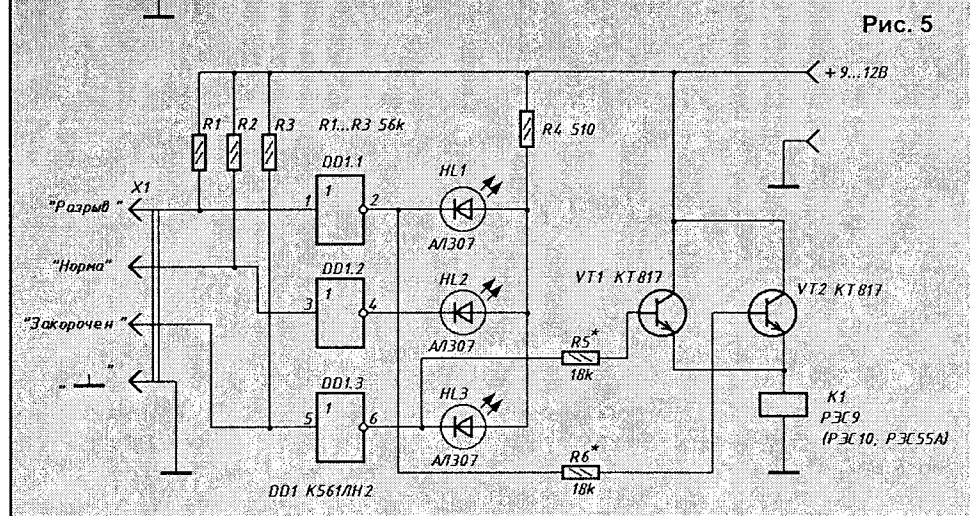

Рис. 5
2. Потребуется шесть головок от магнитофона, причем головки должны быть одинаковые. Удаляем с них лепестки, предназначенные для точного протяжения ленты, как показано на рис. 4. Скручиваем головки в звукосниматель длинными тонкими винтами (рис. 5). Поверх винтов надеваются полихлорвиниловые трубочки необходимой длины. Снизу звукоснимателя к выводам головки припаивается печатная плата, дорожки которой соответственно соединяют головки между собой в одну "катушку" звукоснимателя и на этой же плате припаивается гнездо.
Для более удобного контроля состояния датчиков можно использовать схему, приведенную на рис. 5. Она представляет собой инвертор с исполнительным устройством. При появлении на любом из трех входов инвертора логической 1, на его соответствующем выходе появится логический 0 и наоборот. Кроме этого, сигнал с выходов инверторов поступает через резисторы R5 и R6 на ключевые транзисторы VT1 и VT2, при этом срабатывает электромагнитное реле K1, коммутируя своими контактами исполнительные устройства. Если схема инверсии входного сигнала не требуется, то этот блок исключается из устройства. Работа такого устройства инверсии описана в [1].